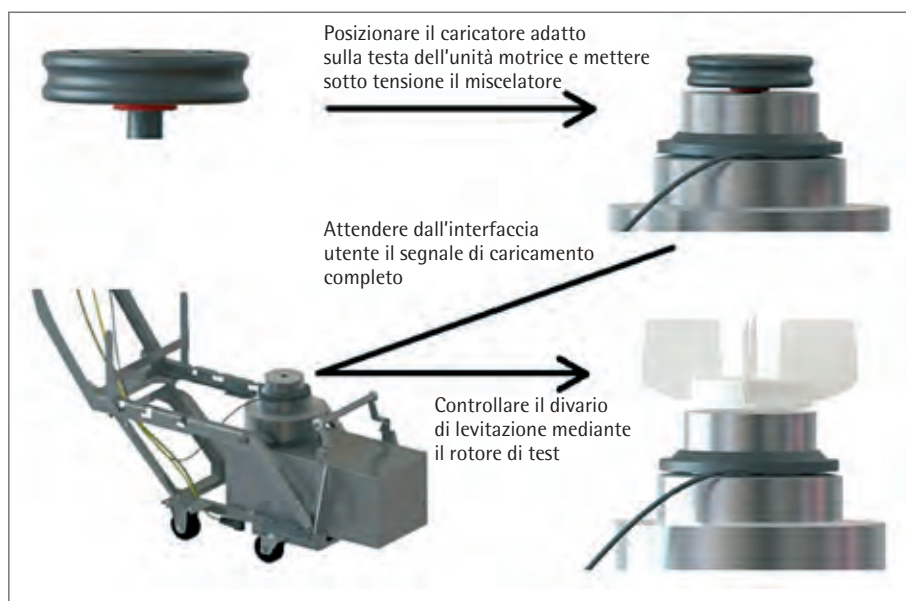

Figura 40 Procedura di caricamento dei superconduttori
3. Rimuovere lo schermo protettivo dal caricatore magnetico e posizionare il caricatore, lato cuscinetto in giù, nella testa di levitazione come illustrato nella figura 40.